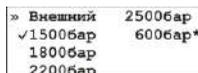

Рисунок 4.5 – Экран выбора датчика давления
3. В меню "Датчик давления" (рис. 4.5) клавишами Δ , ∇ выбрать используемый датчик давления (установить флажок) при помощи клавиши \checkmark .
3. В меню "Датчик давления" (рис. 4.5) клавишами Δ , ∇ выбрать пользовательский датчик давления и нажать клавишу \checkmark .